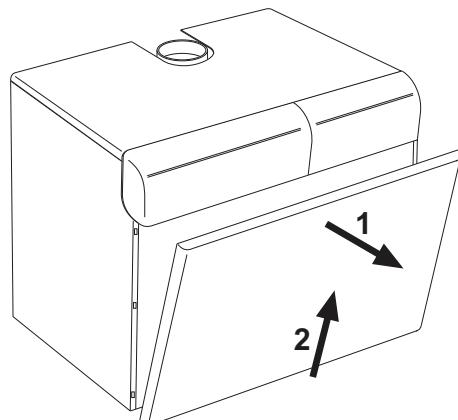

рис. 5 - Открытие лицевой панели
Для открытия передней панели котла следуйте указаниям, приведенным в рис. 5.
- Снимите лицевую панель котла (рис. 5).